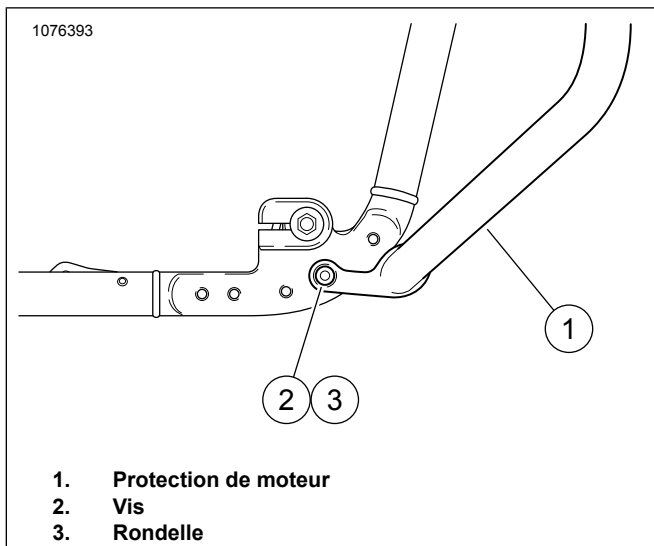

Figure 3. Montage inférieur de protection de moteur (vue du côté droit)
3. Voir la figure 3. Sur le côté droit de la moto, fixer la protection de moteur (1) au cadre inférieur à l'aide de la vis (2) et de la rondelle (3) du kit. Serrer à la main.